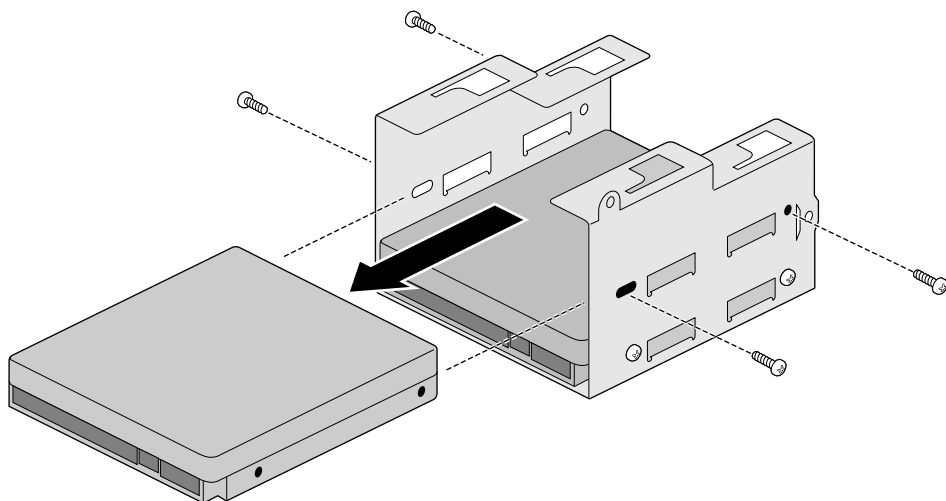

図4-17 ドライブブラケットからのハードディスクドライブの取り外し
6. ドライブをブラケットに固定している4本のネジを取り外して、ドライブを引き出します(図4-17)。